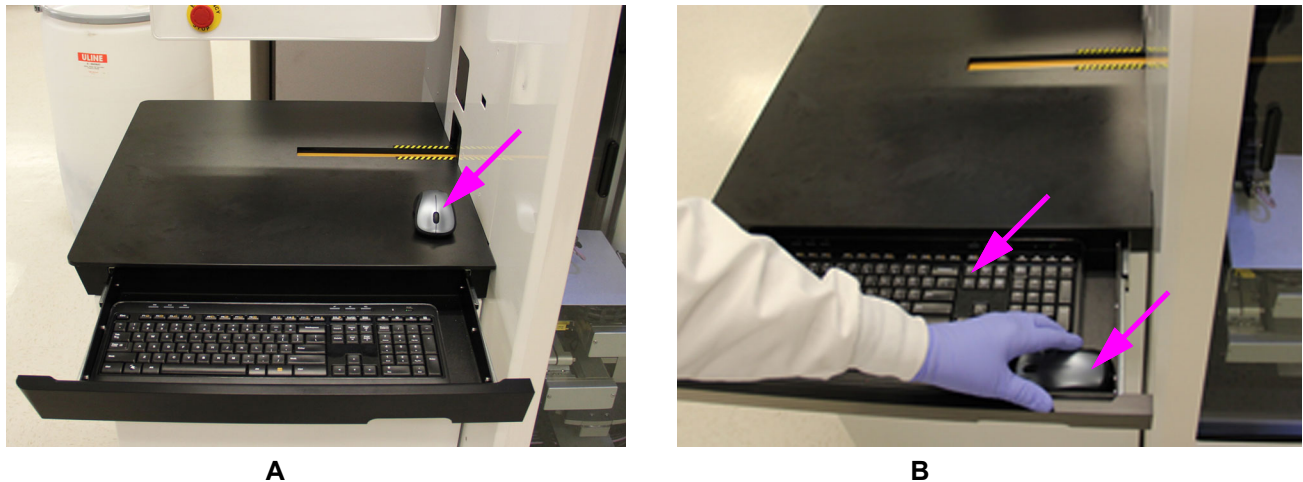

Figura 9-14. Colocar o teclado e o rato na gaveta do teclado
- B. Puxe a gaveta do teclado para fora, empurre o teclado para a parte de trás da gaveta do teclado e coloque o rato no canto direito frontal da gaveta. Ver Figura 9-14.